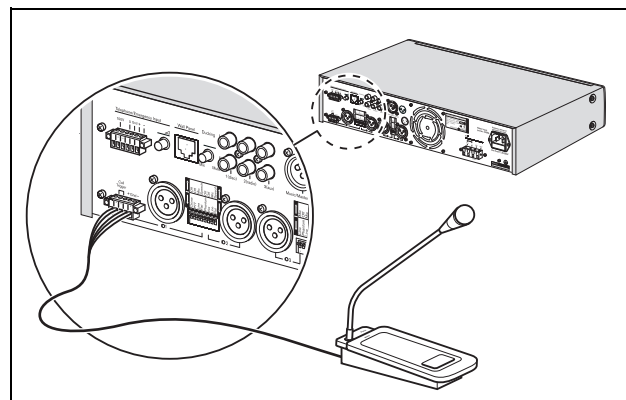

Abbildung 4.3: Euro-Verbindung mit Trigger
- Euro-Verbindung mit Trigger. Siehe Abbildung 4.3.